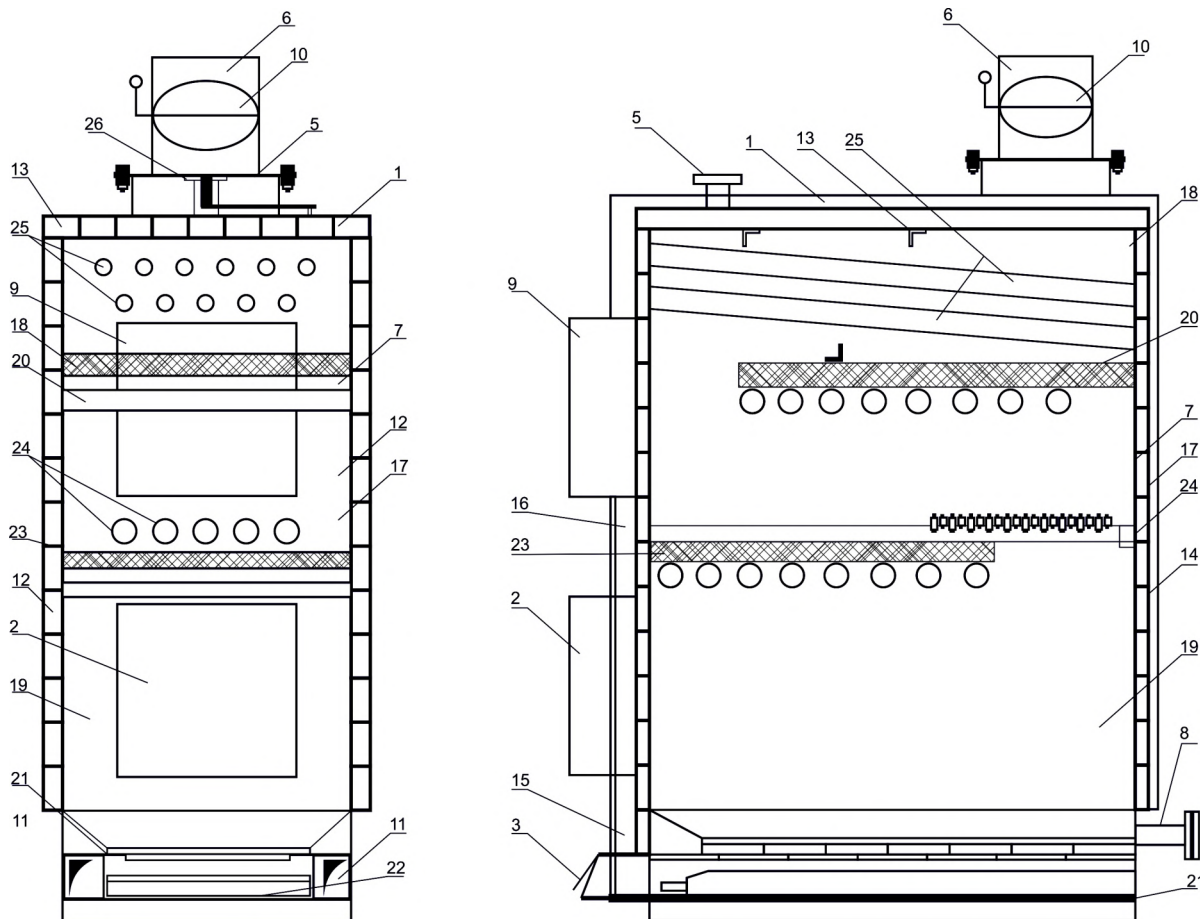

Рисунок 2 – Состав и устройство Котлов моделей Р 150 - 500 в базовой комплектации
Внутреннее пространство каркаса предназначено для загрузки топлива и сжигания топлива. Внутренний объем каркаса условно разделяется на две зоны: нижнюю камеру загрузки топлива (пиролиза) и верхнюю камеру дожига пиролизных газов. Полка камеры дожига футерована огнестойкой плитой из вермикулита (15), служащей для увеличения температуры в камере дожига и защиты от высокой температуры стенки рубашки, проходящей в зоне камеры дожига. Вермикулитовая плита свободно размещается на полке водяной рубашки (см. рис. 2г). В зоне камеры дожига пиролизных газов размещаются эжекторы (6). Эжектор представляет собой трубу с отверстиями из толстостенной